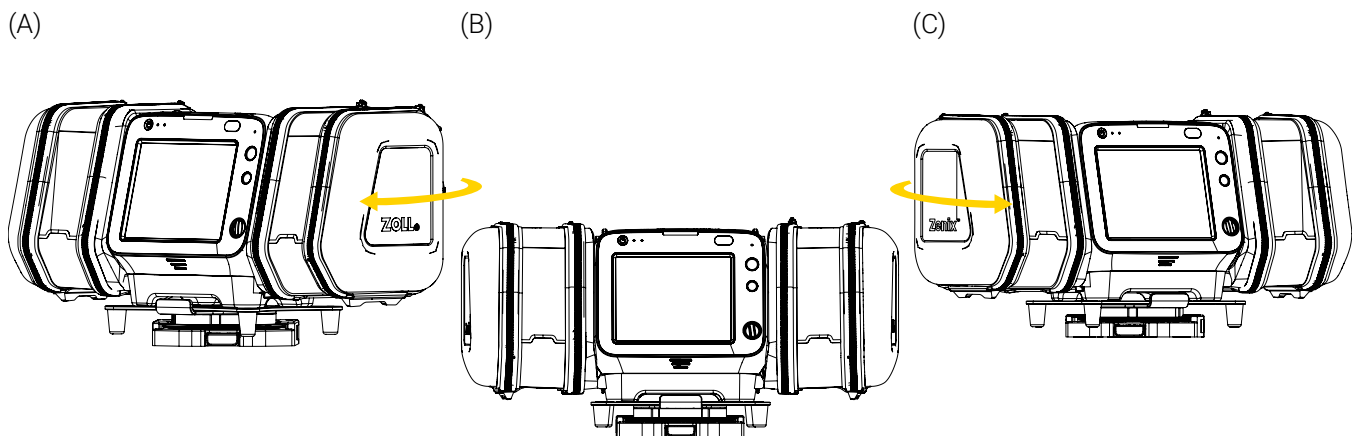

Figure 8: Rotation du Bracket Pro Serie 27 – FL
3. Tourner le support jusqu'à 360 ° dans le sens horaire ou antihoraire à la position désirée (Figure 8).